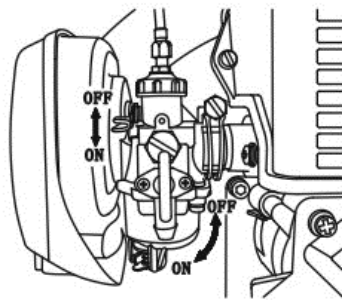

Fig. 9
- 1) Abra el interruptor del combustible, ver Fig. 9.